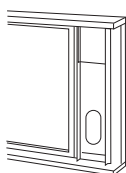

Fig. 14
3. Découpez le joint en mousse (de type adhésif) à la longueur appropriée et fixez-le sur le haut de la fenêtre. Comme indiqué dans la Fig. 14.